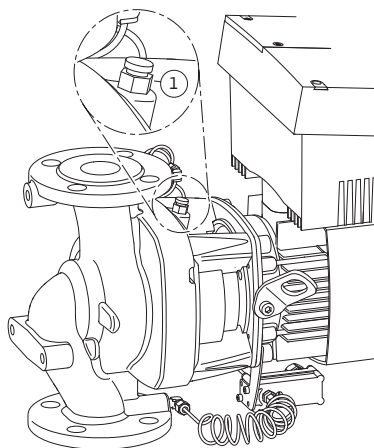

Fig. 47: Atgaisošanas vārsts
- Atgaisot sūkņus, atverot atgaisošanas vārstus (Fig. 47, 1. poz.). Darbošanās bez ūdens bojā sūkņa gala blīvējumu. Spiedienu starpības sensoru nedrīkst atgaisot (bojājumu risks).